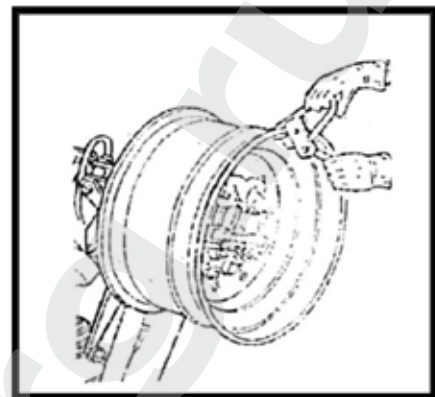

Рис. 13
- (1) Зафиксируйте обод с помощью гидравлического зажимного устройства.
- (2) Смажьте оба борта шины и края шины специальным смазочным материалом.
- (3) Установите тиски-зажим самой верхней точке на внешнем крае обода (рис. 13).
- (9) Выньте камеру и снова поднимите колесо.
- (10) Переведите инструментальную консоль к внутренней части шины, разверните монтажный палец на 180° и опустите консоль в рабочее положение. Установите палец между ободом и бортом шины и вращайте колесо до тех пор, пока борт не окажется у переднего края обода.
- (11) Установите обод на расстоянии 4-5 см от инструмента.
- (12) Установите монтажный палец на 3 мм вглубь обода.
- (13) Установите монтировку между ободом и бортом шины справа от монтажного пальца (рис. 13).
- (14) Нажмите на монтировку, опустите колесо до тех пор, пока обод не окажется на расстоянии 5 мм от монтажного пальца. Вращайте колесо против часовой стрелки, чтобы полностью снять шину.